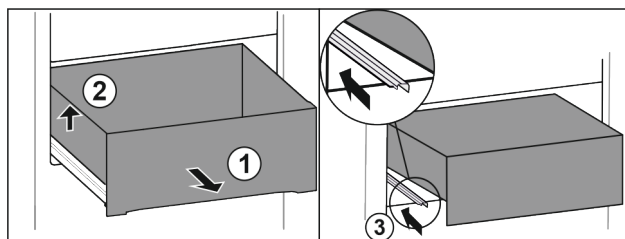

Fig. 106
- ▶ A fiókot ütközésig húzza ki. Fig. 106 (1)
- ▶ Emelje meg a fiók bal oldalát. *Fig. 106 (2)*
- ▶ Tolja be a bal oldali sínt. *Fig. 106 (3)*